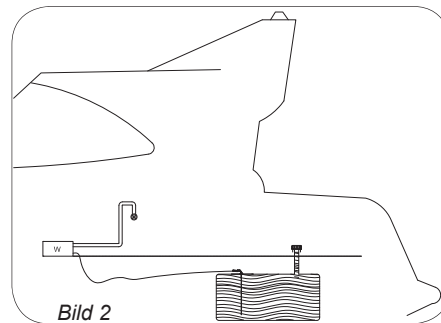

Bild 2
2. Bränslenivån kan höjas tillfälligt ovanför värmaren/spisen (t.ex. i bränsletankens påfyllningsrör eller när båten lutar sig). *Bild 2.*